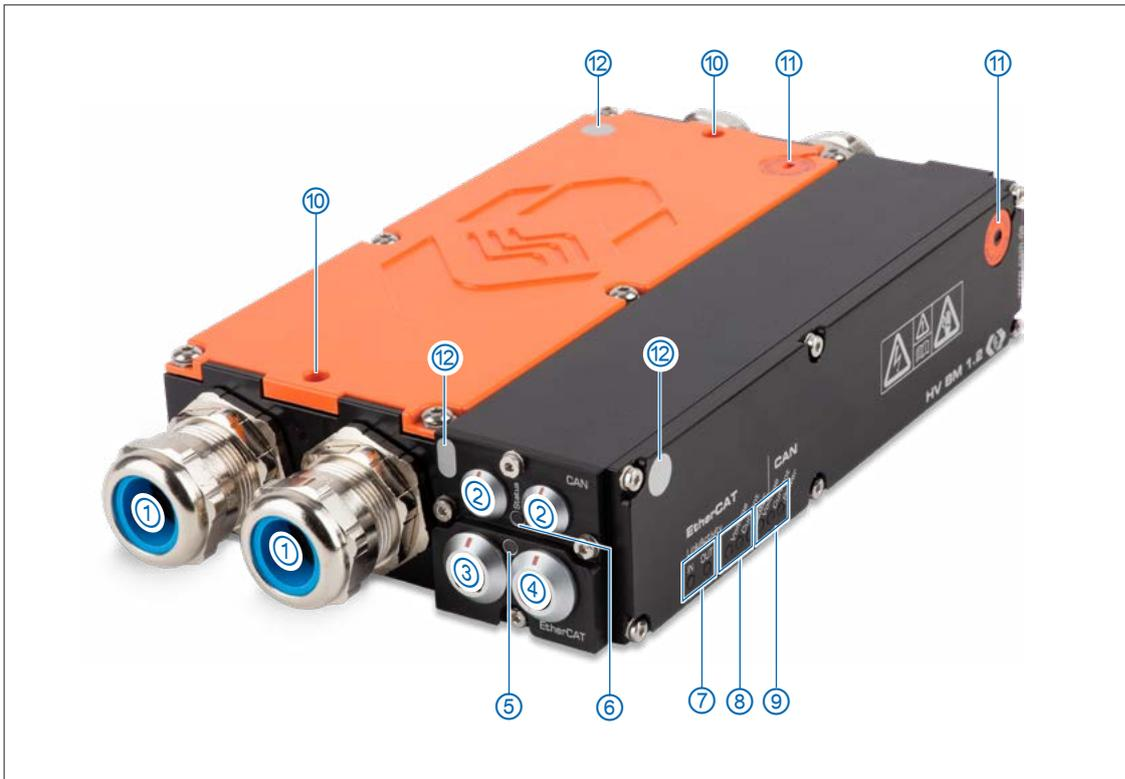

Abb. 3-1: HV BM 1.2, Ansicht
Abb. 3-1 zeigt die Anschlüsse eines HV BM 1.2. Die Module HV BM 1.1 und 3.1 verfügen lediglich über eine PG-Verschraubung je Seite ① und es gibt keine Bohrungen für Gewindestangen ⑩. Beim HV BM 3.1 befinden sich außerdem die Anschlussbuchsen (CAN/EtherCAT®) auf der gegenüberliegenden Seite. Ansonsten sind die Module identisch zum HV BM 1.2.
Die zweifarbige Status-LED (⑤, siehe Abb. 3-1) leuchtet nach dem Einschalten des Moduls für circa 1,2 Sekunden rot und erlischt dann.2
Die LED (Abb. 3-1, ⑥) zwischen den beiden CAN-Buchsen liefert Informationen über den Betriebszustand des Messmoduls.
Die Indikator-LEDs zu den Buchsen IN und OUT (Abb. 3-1, ⑦) leuchten oder blinken, wenn das Messmodul mit einem XCP-Gateway elektrisch verbunden ist bzw. wenn Daten übertragen werden.
Die Messkanal-LEDs (Abb. 3-1, ⑧ und ⑨) liefern Informationen zum Status des jeweiligen Messkanals. Es gibt jeweils getrennte LEDs für den Zugriff über CAN oder EtherCAT®-Bus. Die Messkanäle sind (von links nach rechts):